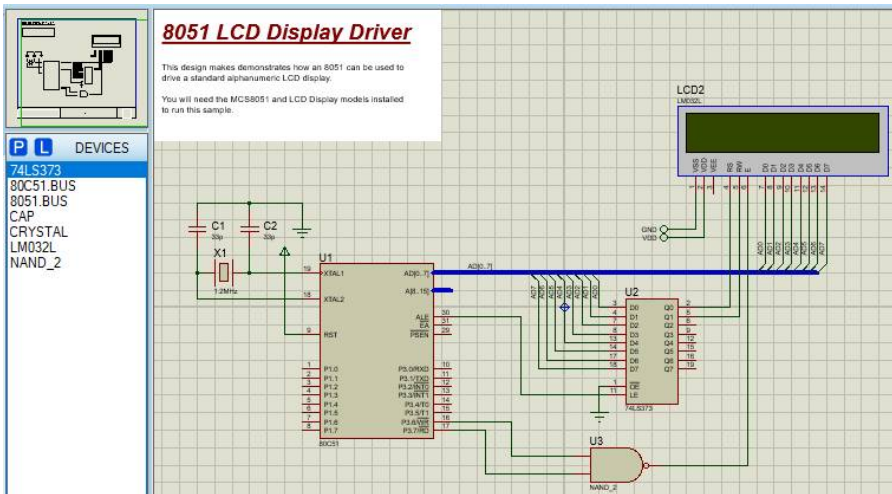

Рисунок 6.1 – Електрична схема прикладу 8051 LCD Display Driver
- 1.Завантажити вбудований приклад 8051 LCD Display Driver. Електрична схема прикладу наведена на рис. 6.1.